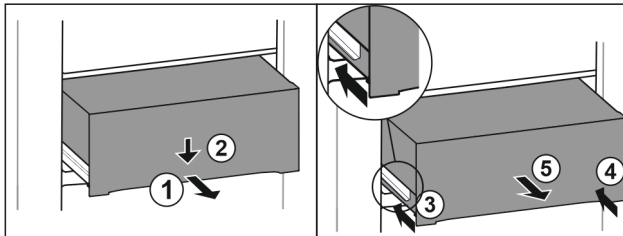

Fig. 104
- Lade er half uittrekken. Fig. 104 (1)
- Schuiflade aan de voorzijde omlaag drukken. Fig. 104 (2)
- Linker rail ca. 2 cm inschuiven. Fig. 104 (3)
- Rechter rail ca. 2 cm inschuiven. Fig. 104 (4)
- Lade naar voren toe verwijderen. Fig. 104 (5)